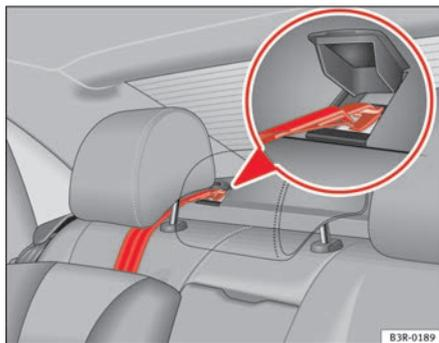

Fig. 35 Correia de fixação: ajuste correcto e montagem
- Conduzir a correia de fixação do Top Tether por baixo do apoio de cabeça do lugar traseiro ⇒ fig. 35 (levantar o apoio de cabeça se for necessário).
- Levantar a tampa da fixação da bandeja -ver pormenor ⇒ fig. 35.